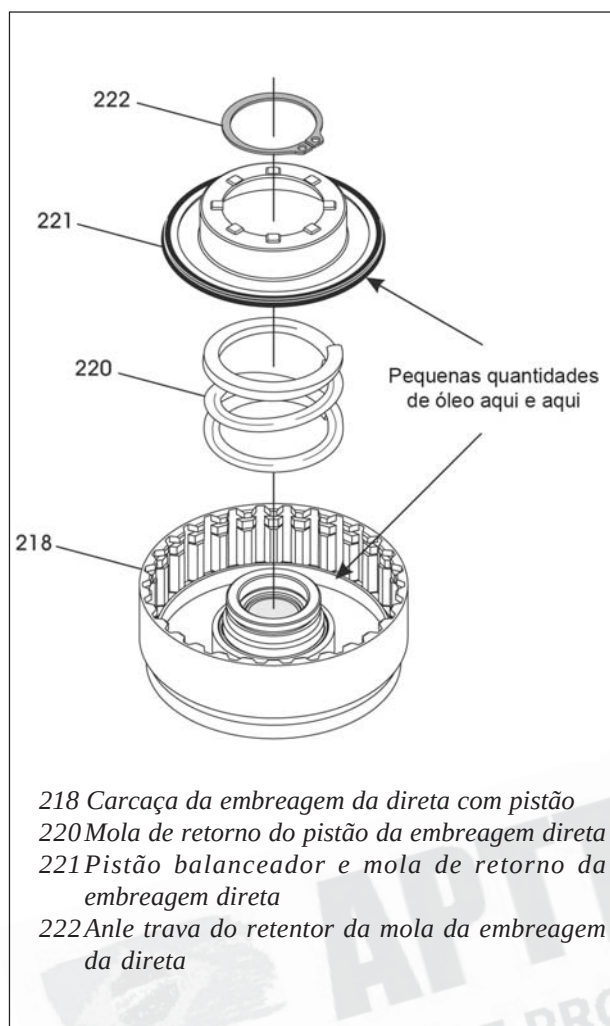

Figura 154
7. Instale o retentor da mola de retorno e pistão balanceador, conforme mostra a figura 154.